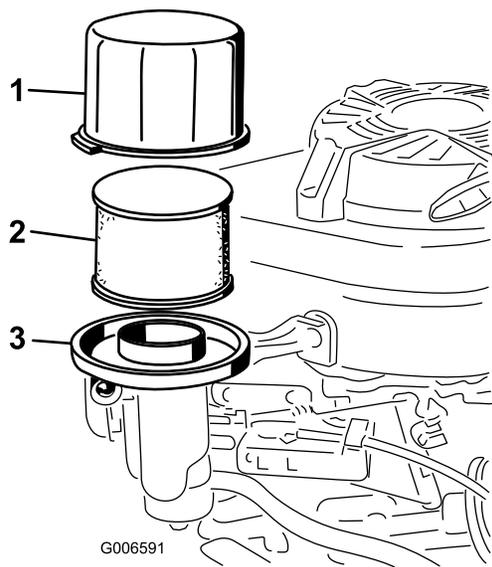

Figura 29
3. Togliete il coperchio e pulitelo accuratamente (Figura 29).
4. Rimuovete il prefiltro in schiuma sintetica dal filtro di carta (Figura 29) e sostituite quest'ultimo se è eccessivamente sporco.